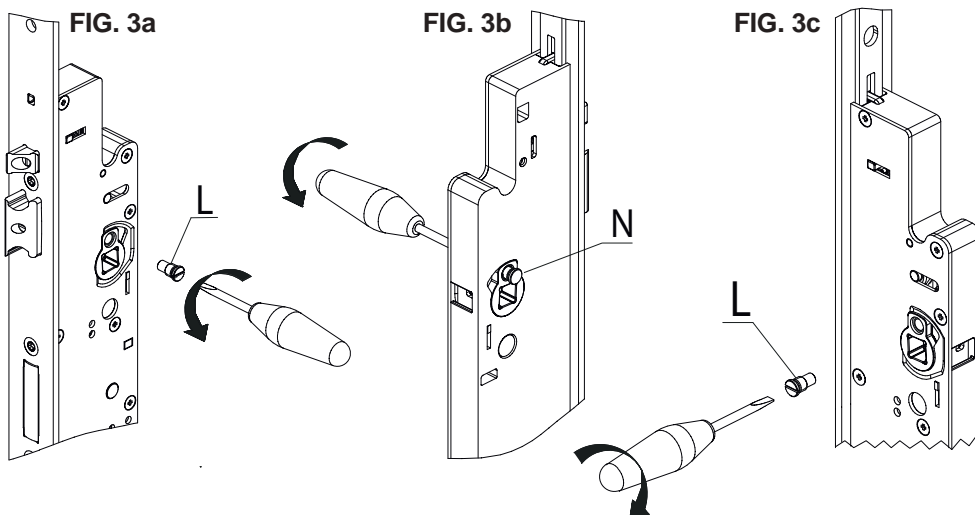

FIG. 5
Nota bene : utiliser uniquement des cylindres à came DIN (fig. 5).
2) Regulación del picaporte y del sensor automático (Fig. 5)
4) Fases de instalación cerradura con con dispositivo antipánico (Fig. 5, 6, 7, 8, 9)
5) Fases de instalación cerradura con manilla (Fig. 5, 7, 8, 9, 10)
Nota: utilice solo cilindros con leva DIN (Fig. 5);